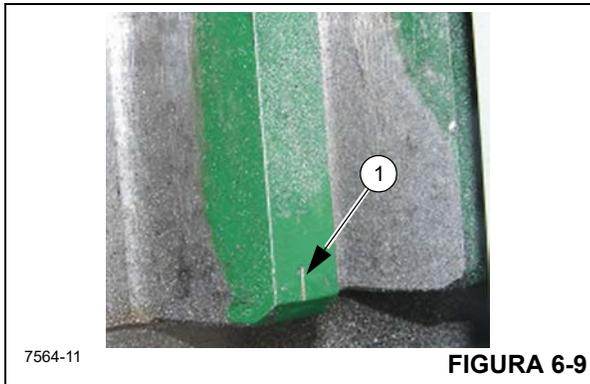
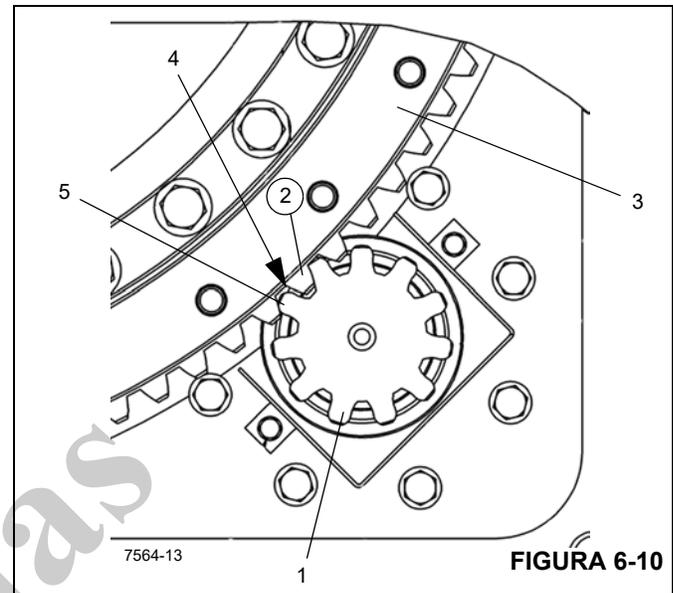

FIGURA 6-9
FIGURA 6-10
6. Instale o pinhão de acionamento do giro (1, Figura 6-10) de modo que a os dentes de engrenagem do pinhão de acionamento estejam alinhados com o dente (2) do ponto superior (excentricidade máxima) no rolamento da torre (3).
como o ponto superior. Os dentes um e três são estampados (1, Figura 6-9) com uma marca de traço na parte superior e inferior do dente da engrenagem. Use estes três dentes de engrenagem ao instalar o acionamento de giro e verifique a folga mostrada na Figura 6-10.
7. Verifique a folga (4, Figura 6-10) com um calço de 0,203 mm (0.008 pol.) de espessura entre o dente da engrenagem do pinhão de acionamento (5) e dente de engrenagem de ponto alto (excentricidade máxima) (2) no rolamento da torre.
**NOTA:** Se um novo rolamento (3, Figura 6-10) estiver sendo instalado, uma nova engrenagem de pinhão (1) também deve ser usada.